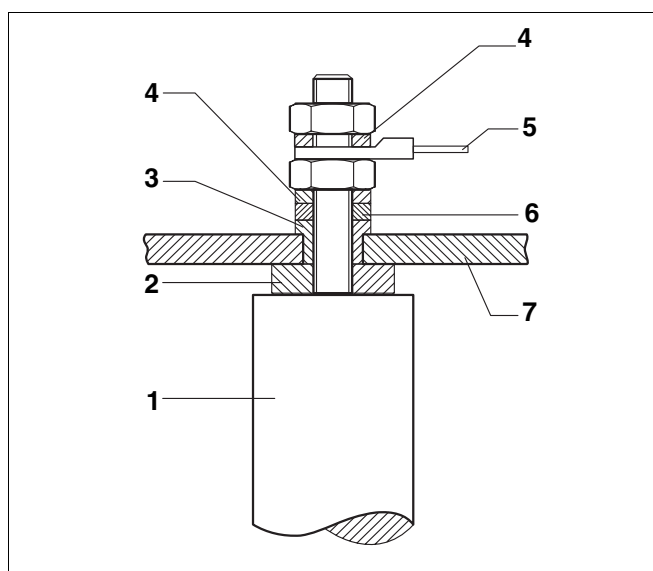

Abb. 11 Anschluss Magnesiumanode
- Ersetzen Sie die starre Magnesiumanode (Abb. 11) im Falle geringen Deckenabstandes durch eine Kettenanode Ø 33 × 1500 mm (Artikel-Nr.: 5592186).